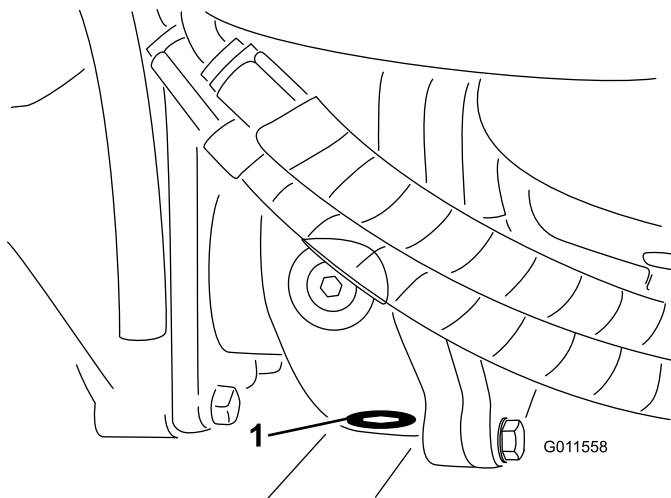

Figure 66
5. Nettoyez la surface autour du bouchon de vidange au fond du boîtier d'engrenages (Figure 66).